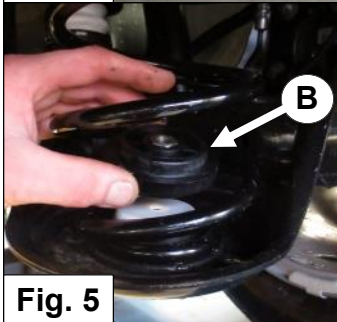

Fig. 5
8. Legen Sie Federteller **B** im Träger. Befestigen Sie es mit eingeschlossen Befestigungsmaterial. Siehe Abb. 5 & 6.